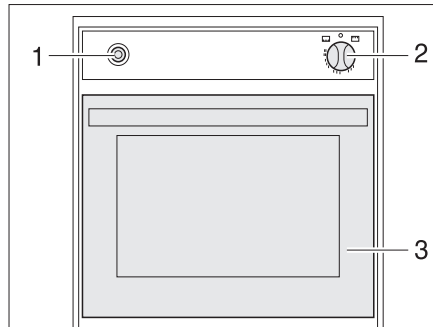

Fig. 127 Horno de gas
- Abrir la puerta del horno (Fig. 127,3) completamente.
- Presionar ligeramente el regulador giratorio (Fig. 127,2) y ponerlo en "🔥" (horno) o "GRILL" (grill).
- Presionar el regulador giratorio (Fig. 127,2) y mantenerlo presionado por 5 a 10 segundos. El gas circula hacia el quemador.
- Presionar el interruptor de encendido (Fig. 127,1) tantas veces como sean necesarias para que arda la llama.
- Girar el regulador giratorio (Fig. 127,2) a "O". La llama se apaga.